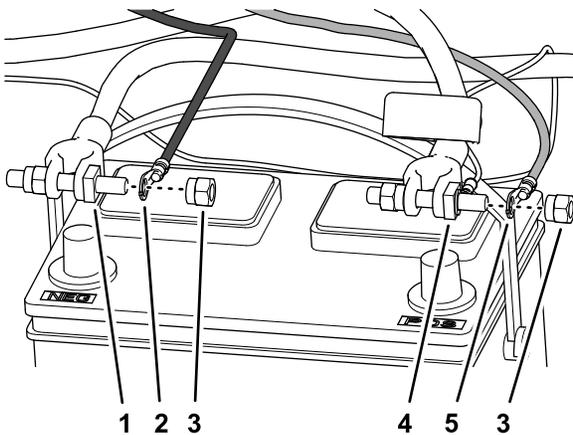

Figure 6
2. À l'aide d'un écrou de fixation de la batterie, assemblez la cosse en anneau du faisceau électrique pour le câble marqué BATTERY (-) (batterie (-)) sur le boulon de fixation de la batterie pour le câble négatif de la batterie (Figure 6).
3. À l'aide d'un écrou de fixation de la batterie, assemblez la cosse en anneau du faisceau électrique pour le câble marqué BATTERY (+) (batterie (+)) sur le boulon de fixation de la batterie pour le câble positif de la batterie (Figure 6).